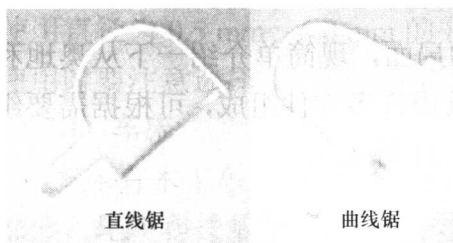

图 1-10 小手工锯
用于锯曲线或在薄木板上挖孔。二者的区别一是所用锯条不同,二是锯弓和锯条之间的距离不同。直线锯用的是 $150\text{ mm}\times 8\text{ mm}$ 的锯条,曲线锯锯条较窄或用有刺的钢丝代替。为了便于在木板的中间挖孔,曲线锯的锯弓和锯条之间的距离较大。小手工锯的实物图见图1-10。
1. 图 1-10 所示的两种小手工锯有什么区别？它们各有什么用途？